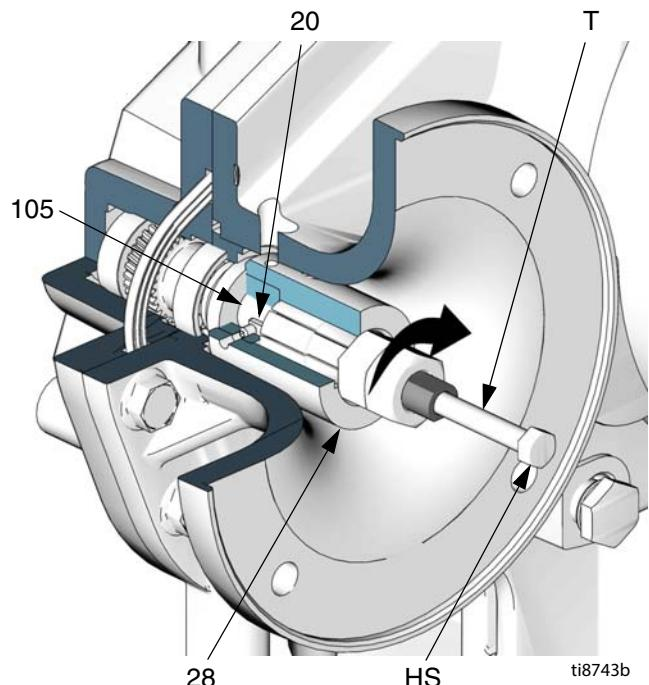

Рис. 24. Снятие муфты двигателя
- См. Рис. 24. Ослабьте оба установочных винта (31). Вставьте съемник муфты (T) в муфту (28). Поворачивайте гайку по часовой стрелке до упора, а затем стяните муфту со входного вала (105) шестеренчатого редуктора, поворачивая винт с шестигранной головкой (HS) по часовой стрелке.
**ПРИМЕЧАНИЕ:** Если при выполнении этой процедуры муфта отделилась от вала двигателя, но осталась соединена со впускным валом, используйте съемник муфты 15J827 (T) показанным на Рис. 24 образом.